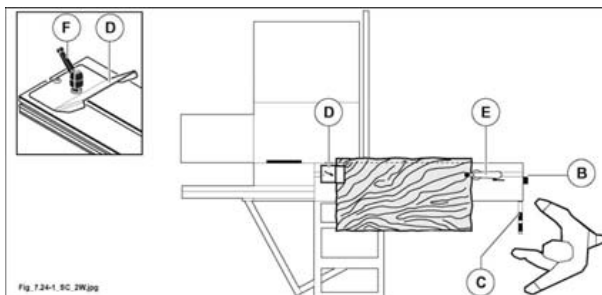

Fig. 7.24-1
- Nelle lavorazioni di pannelli di grandi dimensioni, posizionare la riga telescopica e il telaio di squadra in spinta (vedi fig. 7.24-1); con questa posizione si ottiene la massima lunghezza di taglio.
- Aprire completamente il vagone come in fig. 7.24-1 e bloccarlo con la leva (B fig. 7.24-1).
- Appoggiare il pezzo da rifilare sul vagone e sul telaio come mostra la fig. 7.24-1.
- Allentare la maniglia (F fig. 7.24-1) e far scorrere la battuta a tegola (D fig. 7.24-1) nella scanalatura per portarla in appoggio al pezzo.
- Serrare la maniglia (F fig. 7.24-1).
- Avvicinare il gruppo pressatore (E fig. 7.24-1) al pezzo.
- Sbloccare il vagone agendo sulla leva (B fig. 7.24-1).
far avanzare il pezzo contro la lama (già impostata all'altezza voluta) spingendo il vagone dalla maniglia (C fig. 7.24-1).